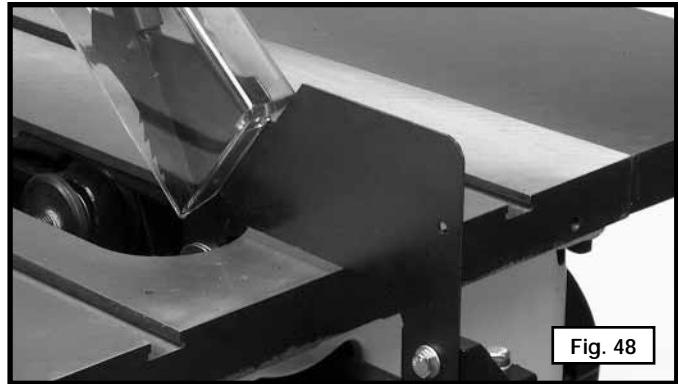

Fig. 48
**ADVERTENCIA** El mataje de protector de la hoja suministrado con las sierras delta, como muestra la fig. 48, debe utilizarse para todas las operaciones de corte. El hendedor evita que la ranura se cierre y atasque la hoja, lo que causaría retroceso. Los seguros de antiretroceso (A) Fig. S1 evitan que la pieza de trabajo y las piezas cortadas sean lanzadas hacia el operador. El protector de plástico evita que el polvo y los desechos lleguen al operador.